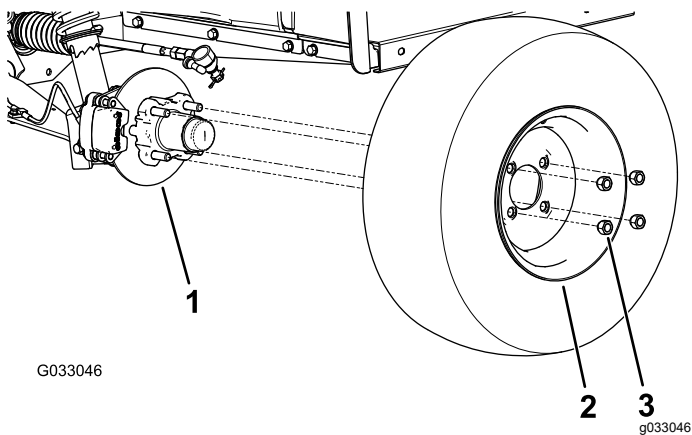

图 32
2. 卸下将车轮固定到轮毂上的 4 个车轮螺母 图 32。
- 将车轮中的孔与轮毂中的螺栓对齐并将车轮安装到轮毂上阀杆向外图 32。
- 使用车轮螺母将车轮固定到轮毂上图 32。